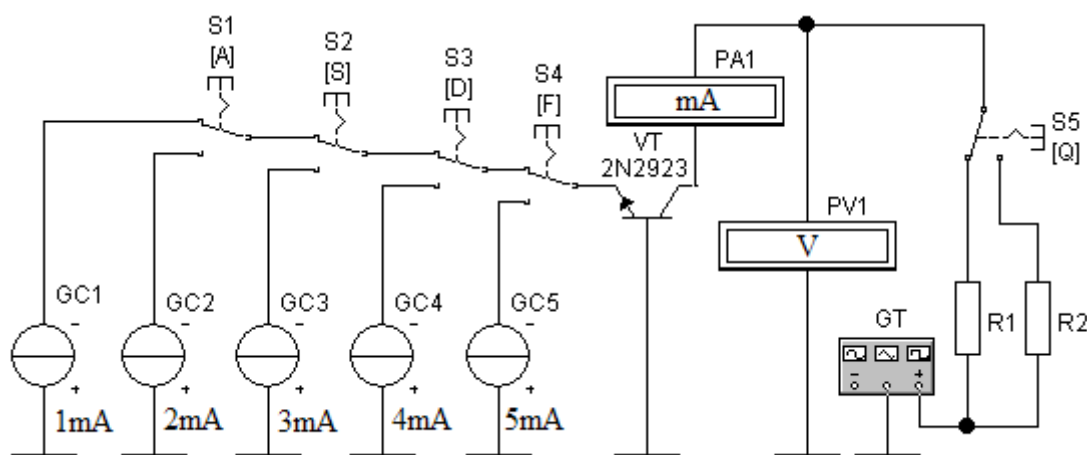

Figura 3 – Circuitul de ridicare a caracteristicilor de ieșire adică $I_c = f(U_{c-b})/I_e = \text{const.}$
2.1 Deschideți fișierul „tr_bip_bc_02.ewb”, pe ecran apare circuitul din figura 3.